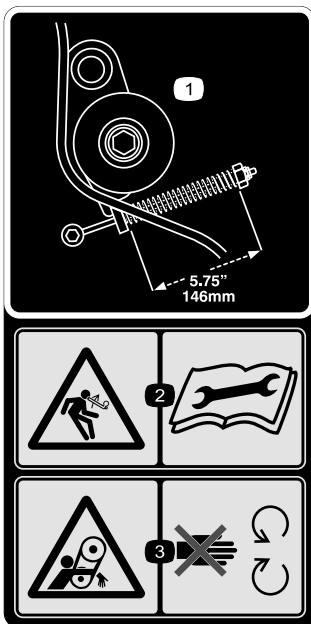

Figure 33
- Vérifiez que la tension de la courroie est correcte en comprimant le ressort de tension à 146 mm (5¾ po); voir Figure 33.